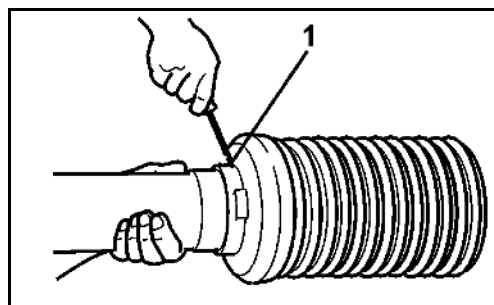

Fig. 50
2. Skru låseskruen ud (Fig. 50/1) på beskyttelsestragten.